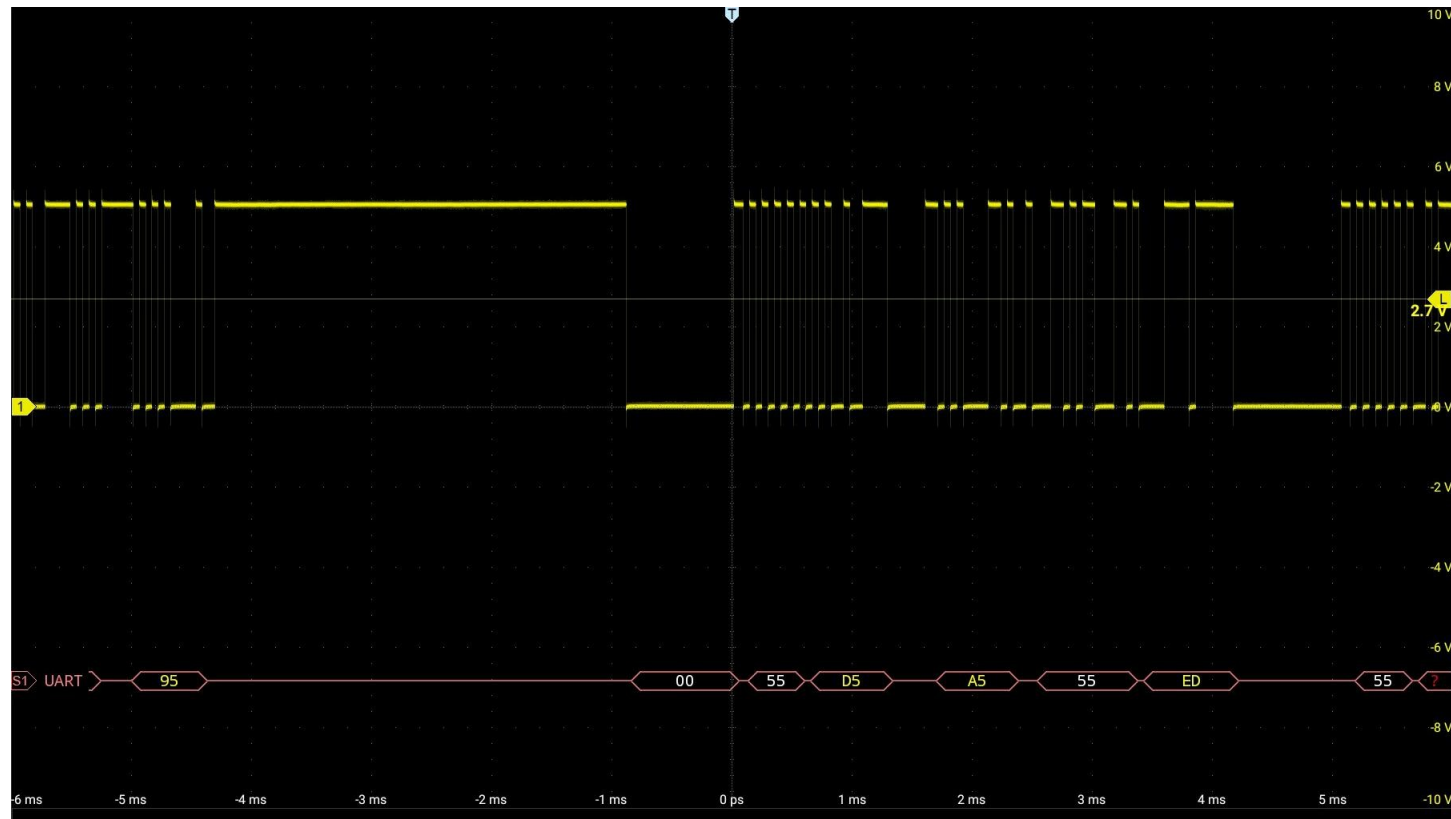

Abbildung 12-7: Anpassung des UART-Decodierpegels
- (1) Tippen Sie auf S1, um den Dekodierkanal zu öffnen, und klicken Sie erneut auf S1, um das Buskonfigurationsmenü zu öffnen;
- (2) Wählen Sie als Bus-Typ „UART“ aus, klicken Sie auf „Ch1“, „Idle High“, „Parity None“, „8 Bit“, „19,20 kb/s“, stellen Sie die Anzeige auf „hexadezimal“ ein und schließen Sie dann das Menü;
- (3) Öffnen Sie das Einstellungsmenü für den Triggermodus, klicken Sie auf „Data“, geben Sie manuell 55 ein und drücken Sie zur Bestätigung die Eingabetaste;
- (4) Durch Anpassen des Schwellenwerts an die Amplitude des Signals kann eine stabile Auslösung des Signals erreicht werden. Die grafische Benutzeroberfläche für den UART-Trigger ist in Abbildung 12-7 dargestellt: